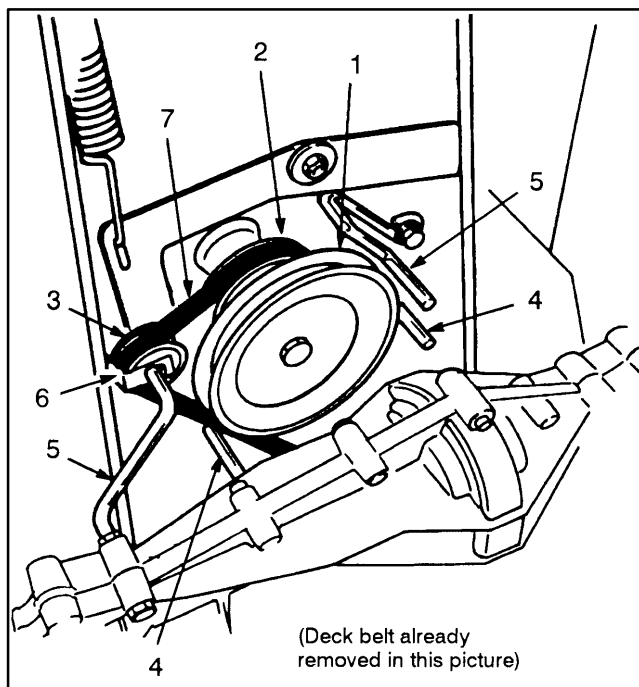

Figure 26
3. Déposer la courroie de transmission. Vérifier que la courroie n'est ni endommagée, ni usée (Fig. 26) et poser une nouvelle courroie le cas échéant.
4. Poser les guides de courroie près de la poulie de transmission (Fig. 26). Poser aussi la pièce de retenue sur la courroie de tension et serrer le contre-écrou.